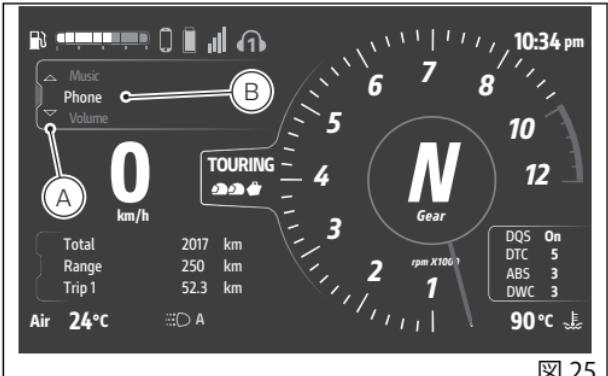

図 25
- ジョイスティックを▲の位置に長く押し、インターラクティブメニューを選択します(A、図25)。
- ジョイスティック▲▼を使用して「Phone(電話)」を選択し(B、図25)、「ENTER」を押します。